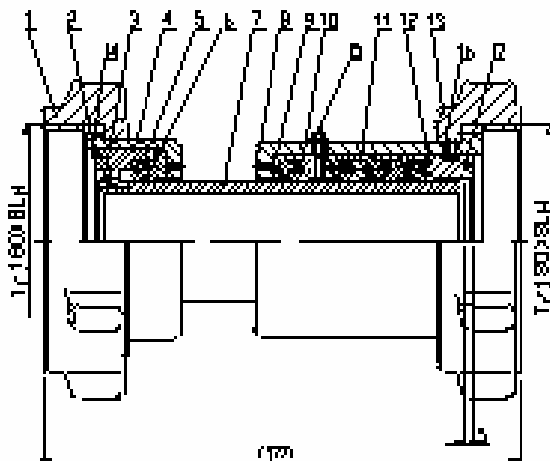

图 2 冲管总成
冲管总成（图 2）连接鹅颈管和中心管，它们形成泥浆通道。冲管总成是密封高压泥浆的重要部件，采用自封式密封和快速拆卸结构。当冲管和盘根磨损而需要更换时，只需将上、下盘根盒压盖旋开，则可将整个装置从一侧取出，不需拆卸鹅颈管和水龙带，更换简便，在钻井过程中可随时停钻更换。
4.4 检查上、下盘根盒压盖（图 2 中 1,13），鹅颈管总成（图 1 中 24）中由壬连接螺纹和转换接头（图 1 中 20）是否上紧。为了保证联接良好，丝扣不受到破坏，必须将接头拧下来涂抹丝扣油，并用大钳拧紧。
6.1 拆卸（参看图 2）
6.3.1 用润滑脂装满泥浆盘根（5）的唇部和上衬环（6），上密封压套（4）的槽里，按（图 2）依次将上衬环、泥浆盘根，上密封压套装入盘根盒（2）中，并装
**6.3.2** 先在泥浆盘根（5）的唇部，下衬环（9）、隔环（10，11）和下密封压套（12）的 V 形槽内涂满润滑脂，按图 2 所示依次将下衬环、隔环、泥浆盘根、下密封压套装入下盘根盒（8）中，必须注意，隔环（11）的油孔应对准下盘根盒压盖从冲管另一端装入。